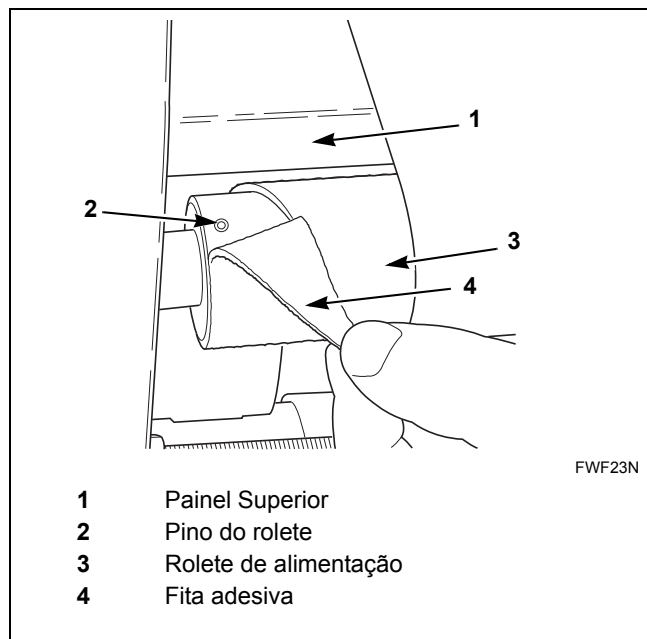

Figura 24
3. Puxe a fita adesiva do lado esquerdo do rolete de alimentação para trás para expor o pino do rolete. Consulte a *Figura 24*.